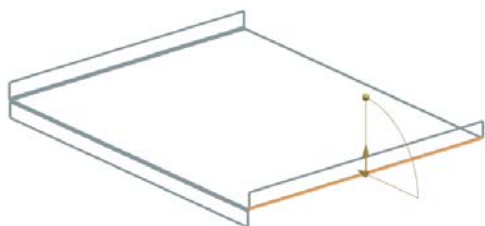

图 11-231 选择弯边
(7) 选择弯边, 同时在视图区预览显示所创建的弯边, 如图 11-231 所示。设置“宽度选项”为“完整”, “长度”为 15, “角度”为 90, “参考长度”为“外部”, “内嵌”为“材料外侧”, 在“折弯止裂口”和“拐角止裂口”下拉列表框中选择“无”。